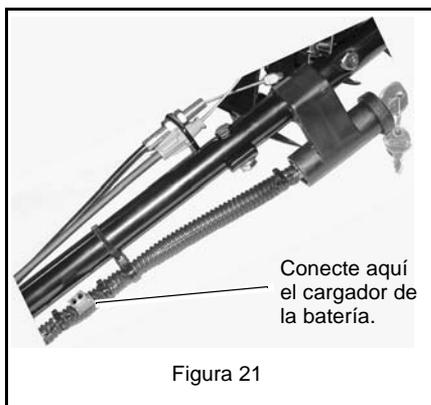

Figura 21
1. Conecte el cargador de la batería al mazo de cables del motor. Véase Figura 21.
2. Conecte el cargador a un enchufe de 110 V de corriente alterna (CA).